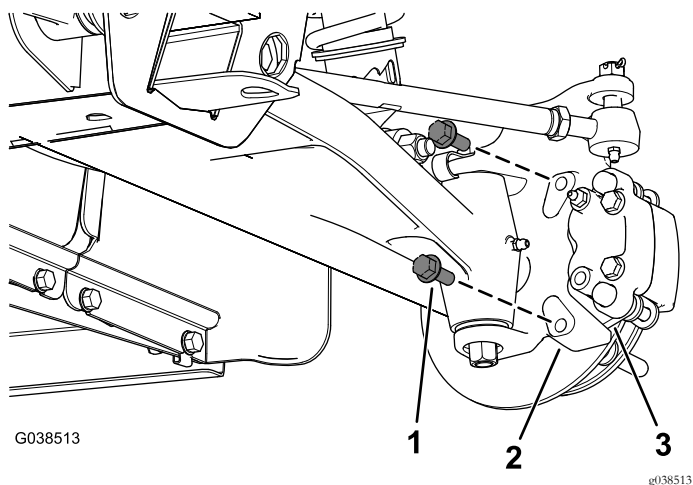

Figur 3
3. Fjern hulbolten og skiven fra bremsekaliperenheten, og fjern den fremre bremseslangen fra bremsekaliperenheten (Figur 3).
13. Monter den fremre bremseslangen til bremsekaliperenheten med en hulbolt og to hulskiver (Figur 3).